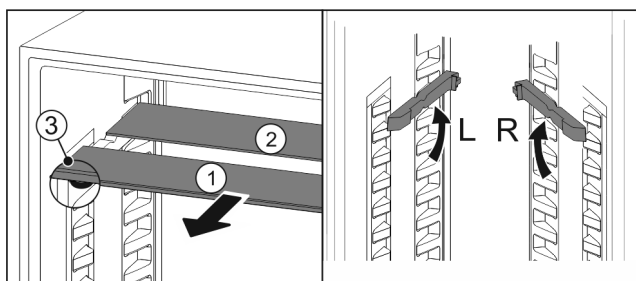

Fig. 83
- ▶ Vytiahnite sklené dosky jednotlivo dopredu Fig. 83 (1).
- ▷ Sklená doska Fig. 83 (1) s ozdobnou lištou leží vpredu.
- ▷ Zarážky Fig. 83 (3) ukazujú nadol.